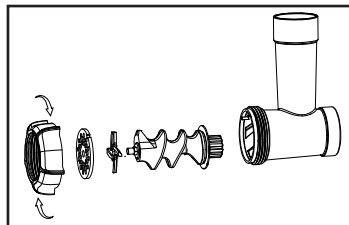

рис.2
7.4.4 Поместите нож на шнек плоской стороной в направлении, противоположном от шнека, как указано на рис. 2. Если нож будет установлен неверно, продукты будут обрабатываться некорректно, что может повлечь за собой выход прибора из строя или другие нежелательные последствия.
7.4.6 Зафиксируйте конструкцию с помощью фиксирующего кольца, завернув его по часовой стрелке, как указано на рис. 2. Не затягивайте кольцо слишком туго.